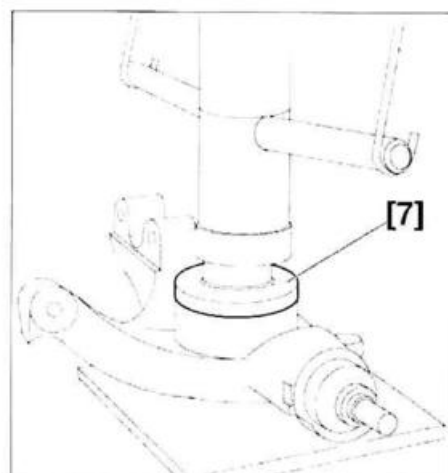

FIG. 24
- Colocar el útil [7] (punta de montaje de rodamientos ref. 0621.L) (fig. 24).